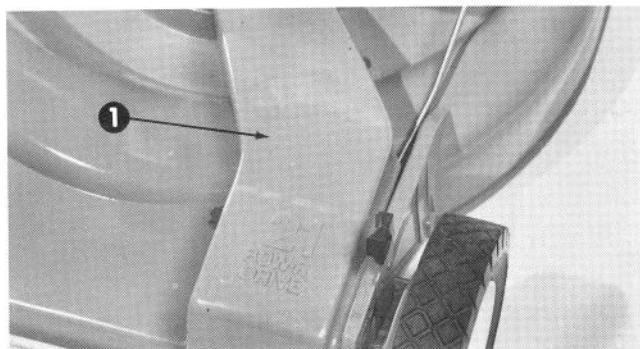

Figure 34
2. Enlevez les deux vis qui retiennent le couvercle du mécanisme de traction POW-R-DRIVE (Fig. 34) et mettez le couvercle de côté.